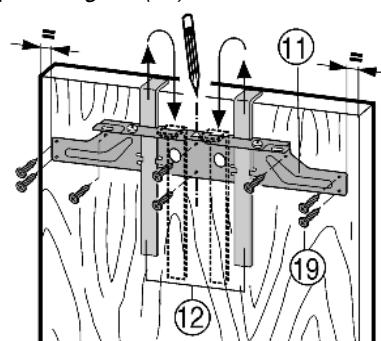

Fig. 17
- Навесьте крепежную поперечину Fig. 17 (11) с монтажными вспомогательными элементами Fig. 17 (12) на внутреннюю сторону мебельной дверцы.
- Выравнивание крепежной поперечины Fig. 17 (11) по центру: начертите короткую центральную линию на мебельной дверце, совместите с ней острие стрелки поперечины.
- ▶ Прикрутите крепежную поперечину Fig. 17 (11) по меньшей мере 6 винтами Fig. 17 (19).
- ▶ Прикрутите крепежную поперечину Fig. 17 (11) 4 винтами Fig. 17 (19) по краю.
- ▶ Вытяните вверх монтажные приспособления Fig. 17 (12) и, развернув, вставьте их в расположенные рядом приемные отверстия.